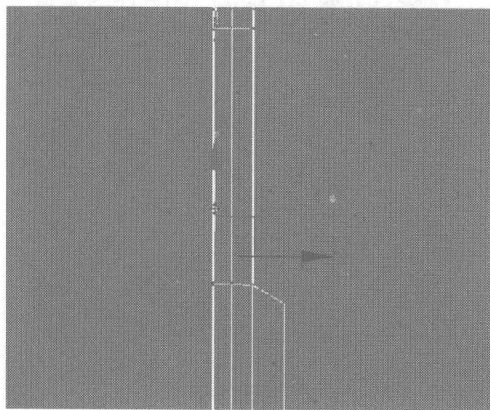
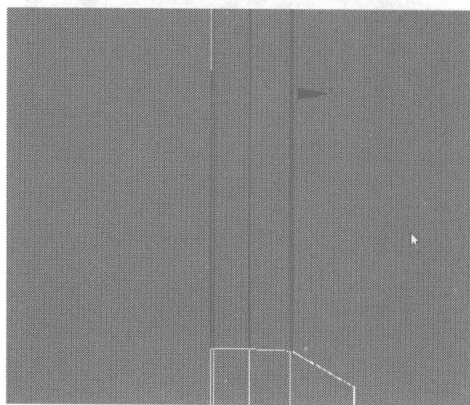
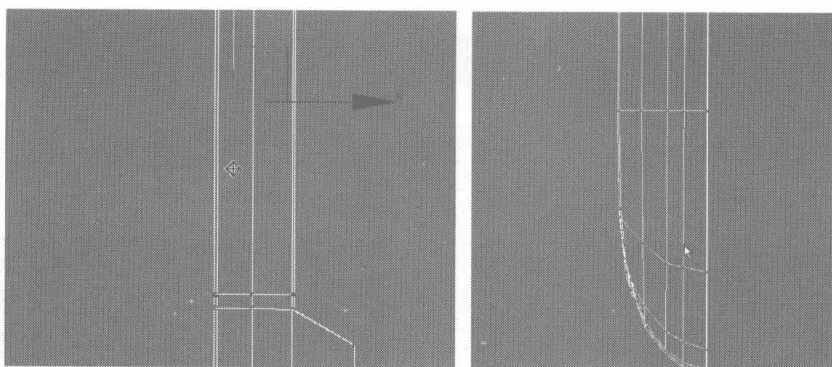

图 4.304
图 4.305
图 4.306
- 10** 隐藏未被选择的物体，切换为节点编辑，在 Left 视图中适当地调整各节点，如图 4.304 所示，再用 Connect 命令为如图 4.305 所示的曲线中间添加一条细分线，并移动、调整到如图 4.306 所示的位置。